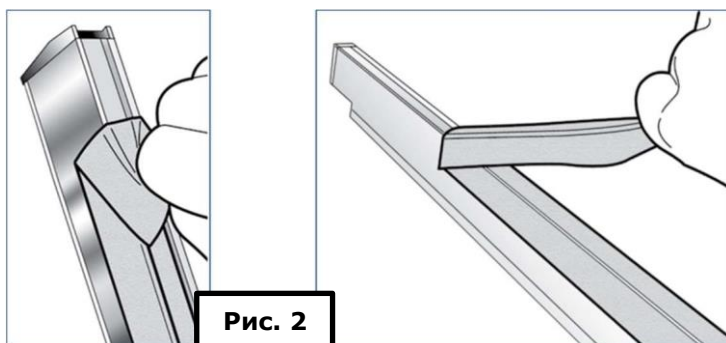

Рис. 2
- 2) Снимите тефлоновую ленту (**рис. 2**).
7) Поставьте достаточно большую емкость (0,5 л) рядом с дренажным отверстием (**рис. 2**). С помощью того же гаечного ключа открутите сливную крышку и оставьте масло стекать в емкость примерно на десять минут.